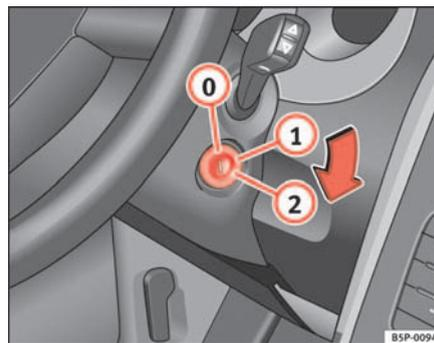

Fig. 131 Positions de la clé de contact
Dans cette position ⇒ fig. 131 l'allumage et le moteur sont déconnectés, ce qui peut bloquer la direction.
- Amenez la clé de contact en position ⇒ page 169, fig. 131 ①. Le témoin  s'allumera en cas de préchauffage du moteur.
- Lorsque le témoin s'éteint, tournez la clé en position ② pour lancer le moteur sans appuyer sur l'accélérateur. ▶
- Amenez la clé de contact en position ⇒ page 169, fig. 131  ▶